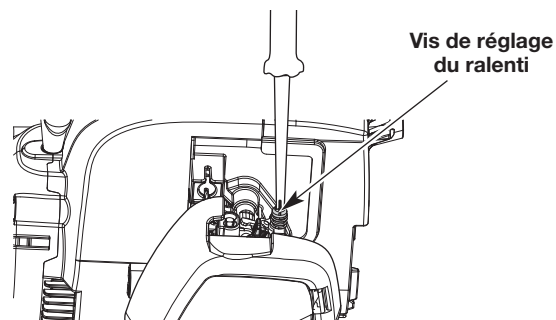

Fig. 19
2. Relâchez la manette des gaz et laissez le moteur tourner au ralenti. Si le moteur s'arrête, utilisez un petit tournevis cruciforme pour tourner la vis de réglage du ralenti dans le sens des aiguilles d'une montre, de 1/8e de tour à la fois (autant de fois que nécessaire), jusqu'à ce que le ralenti du moteur soit régulier (Fig. 19).
3. Si la vitesse de ralenti du moteur vous semble trop rapide, tournez la vis de réglage du ralenti dans le sens inverse des aiguilles d'une montre, de 1/8e de tour à la fois (autant de fois que nécessaire) afin de réduire la vitesse de ralenti (Fig. 19).